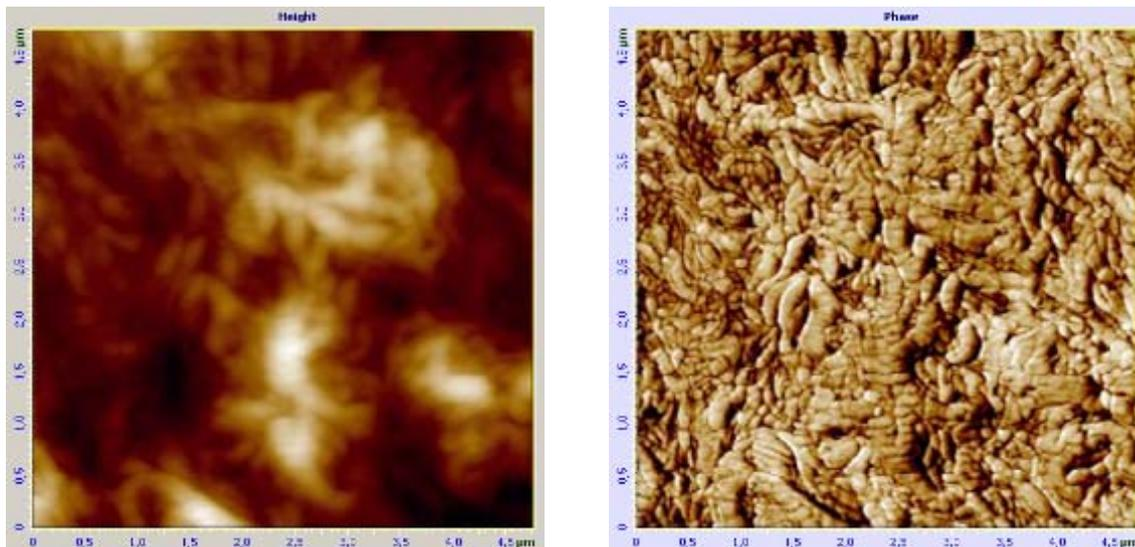

Рис. 7-43. Изображения рельефа и фазы полиэтилена
- начнется построчное сканирование поверхности образца и в области отображения 2D-данных сканирования появятся два изображения: на одном отобразится рельеф поверхности (сигнал **Height**), на другом – распределение фазы (сигнал **Phase**) (Рис. 7-43);